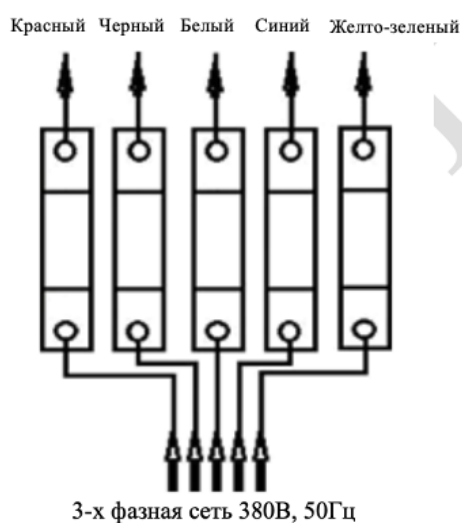

Рисунок 4
2.4.12.1 Питание станции зарядной для электрического транспорта осуществляется от трехфазной сети переменного тока. Разводка проводов питающей сети производится на клеммники. Места для подключения фазных проводов промаркированы метками «красный», «черный», «белый», «синий», «желто-зеленый» (см. рисунок 4).